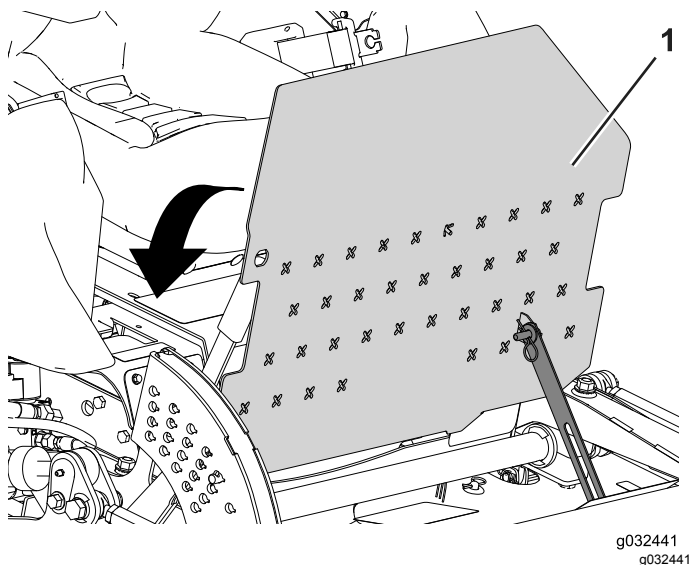

Bild 49
1. Kippen Sie die Bedienerplattform in die arretierte Stellung (Bild 49).